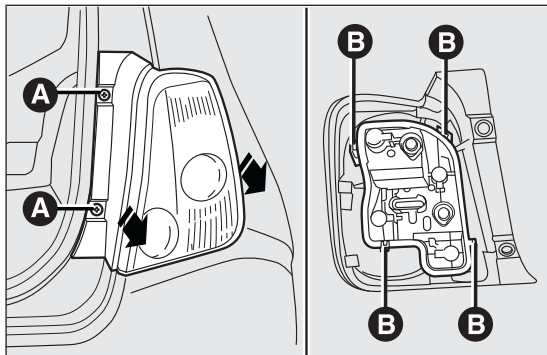

fig. 133
- dévisser les deux vis de fixation A fig. 133 et extraire axialement le groupe optique sans le tourner ;
- extraire la douille de son siège en la libérant des ailettes de blocage B fig. 133 ;